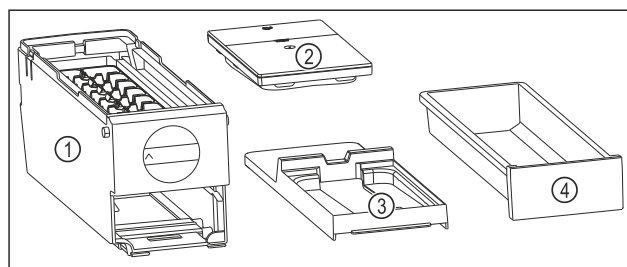

Fig. 174 Beståndsdelar i EasyTwist-Ice
- ▶ EasyTwist-Ice är delad i fyra delar. (se Fig. 174)
- ▶ Ta endast isär EasyTwist-Ice i de avbildade beståndsdelarna. (se Fig. 174)
- ▶ Rengör EasyTwist-Ice-enheten Fig. 174 (1) i sin helhet.